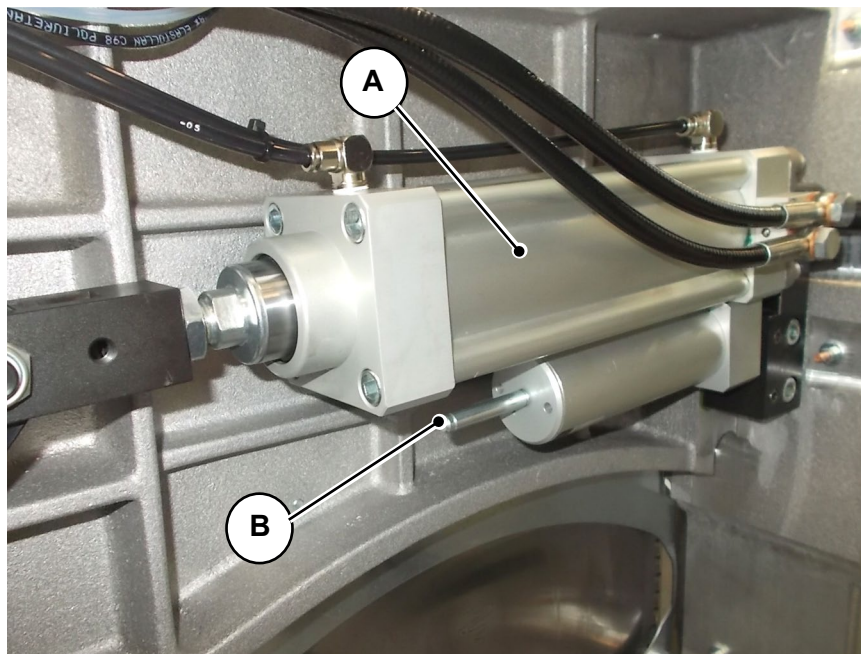

Fig. 09-03
- Frequência semanal: verifique também, através do visor na carcaça do motor e da lâmina, se o cilindro oleopneumático “A” (**Fig. 09-03**) não está sem óleo, caso contrário a velocidade do corte não seria mais regulável e isso poderia comprometer a integridade da lâmina: quando ocorrer que o pino “B” (**Fig. 09-03**) (que normalmente sai do corpo do cilindro como indicado na figura) se retraiu completamente para dentro do corpo do cilindro, significa que o óleo não está mais presente e o cilindro deve ser substituído imediatamente.